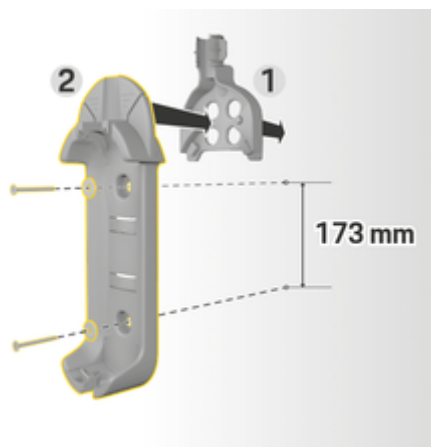

Fig. 3: Dimensões de perfuração
3. Pressione o suporte para parede básico 2 (Fig. 3) na passagem do cabo 1 (Fig. 3) pela parte da frente.